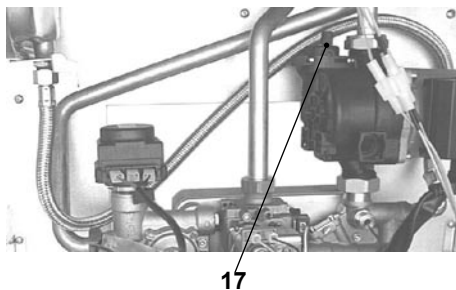

Figura 6.3
- Allentare il tappo della valvola di sfianto automatico 17 in Figura 6.3.